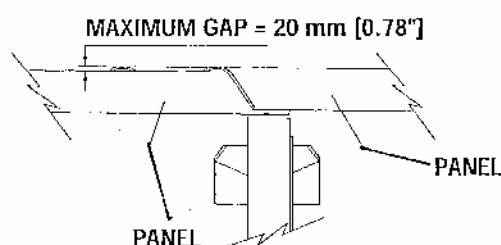

Fig. 30
6. Sidopaneler och övergångspaneler skall sitta tätt mot fackavskiljarna. Max gap mellan paneler i parallellt system skall vara 20 mm och i koniskt system 25 mm. (Se fig. 30, 33.)
10. Kontrollera gapet mellan panelerna. När QuadGuard CEN är installerad med motriktad trafik på ena sidan, skall gapet på den sidan inte överstiga 20 mm för parallella system och 25 mm för koniska. (Se fig. 30 o. 33).